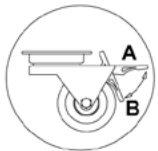

Fig. 5
Dersom maskinen er utstyrt med hjul, må underlaget hvor maskinen plasseres være helt rett. Lås hjulene (B) som vist i fig. 5.